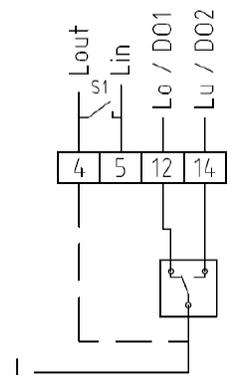

Abb. 7: Anschlussbild 3-Punkt-Signal
3. N↔S Schalter (Abb. 6, oben) auf "S" stellen und die weitere Verdrahtung wie in Abb. 7 vornehmen (Spannungsversorgung muss angeschlossen bleiben).